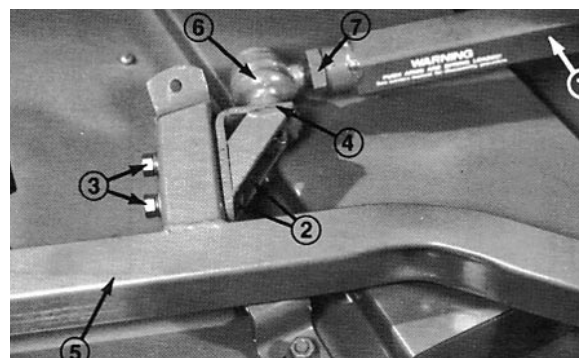

Fig. 10
6. Man skal få hjælperen til at trykke ned på venstre trykarm, mens man fjerner skruerne, fladskiverne, låseskiverne og møtrikkerne, der fastholder kugleledsmonteringen på klippeenheden (fig. 10). Nu kan hjælperen forsigtigt lade